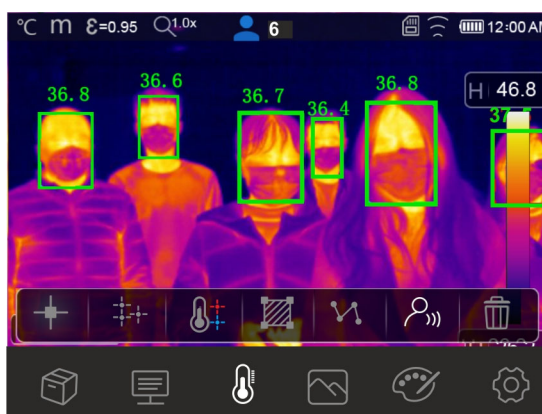

Fig. 36: Modo Faccia su più persone
4. Il Modo Faccia permetta la valutazione della temperatura facciale su più persone (**fino a 10 persone**) simultaneamente (vedere Fig. 36). Il contatore “” presente nella parte alta del display indica il numero di persone rilevate